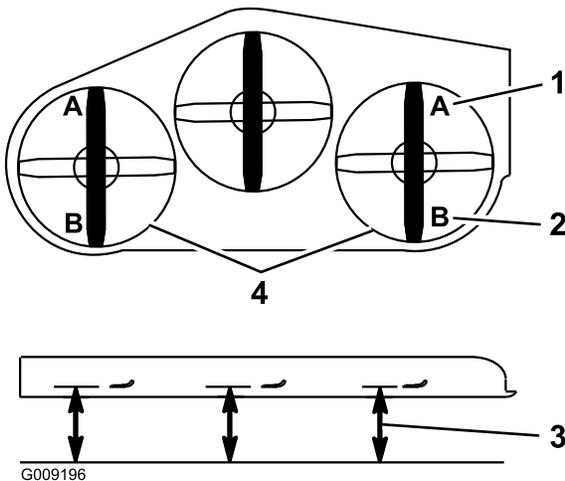

Figura 95
9. En ambos lados de la carcasa, mida desde la superficie nivelada hasta la punta delantera de la cuchilla (Posición A). La distancia debe ser de 7.6 cm (3"); consulte Figura 95.
15. En ambos lados de la carcasa, mida desde la superficie nivelada hasta la punta trasera de la cuchilla (Posición B). La distancia debe ser de 8.3 cm (3 1/4"); consulte Figura 95.